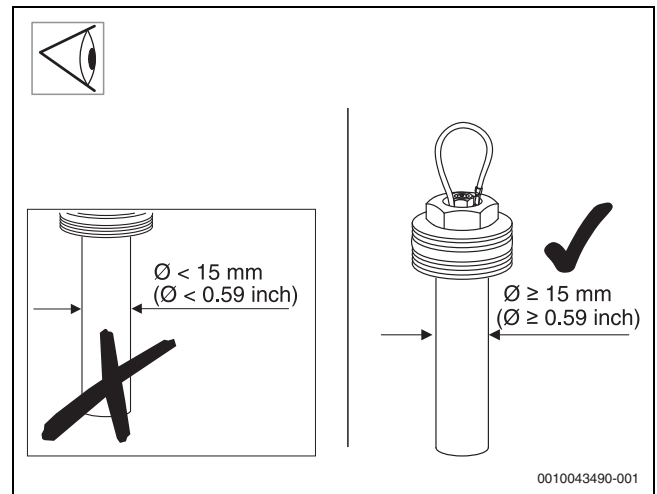

Bild 37
- ▶ Wenn der Durchmesser der Magnesiumanode weniger als 15 mm beträgt (→ Abb. 37), Anode austauschen.